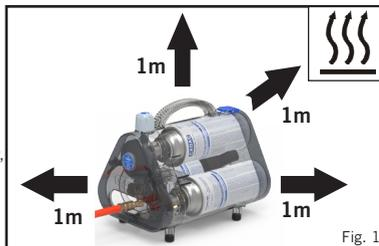

Fig. 1
- Sæt aldrig Power Pak på en ovn, og sørg altid for mindst 1 meter afstand fra alle varmekilder, og forvis dig om (Fig. 1), at Power Pak ikke bliver opstillet i omgivelser, hvor temperaturen vil være højere end 40 °C.